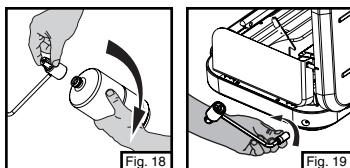

Fig. 18
- Remove propane cylinder from regulator and replace protective cap on cylinder. (Fig. 18)
- Quite el cilindro de propano del regulador y vuelva a poner la tapa protectora en el cilindro. (Fig. 18)